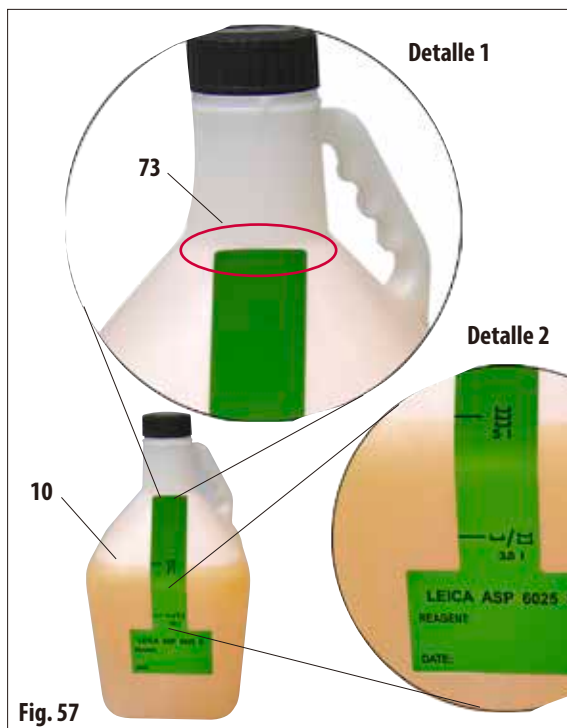

Fig. 57
Para que dichas marcas de llenado sean válidas, colocar la etiqueta adhesiva con su lado estrecho justo en el lugar de la botella intercambiable (10) en el que termina el cuello de la botella (detalle 1 en la fig. 57) y, entonces, presionarlo bien verticalmente hacia abajo.
El símbolo de 5 l (detalle 2 de la fig. 57) significa que la botella intercambiable se debe llenar hasta ahí, cuando la retorta debe llenarse hasta el tercer sensor de nivel (se corresponde con la carga de las tres cestas).
En la etiqueta adhesiva también se puede anotar el número de estación, así como la fecha de llenado del reactivo indicado (fig. 57).